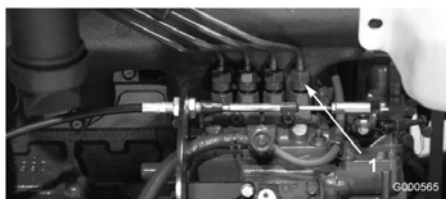

図 40
1. 燃料噴射ポンプの No.1インジェクタ・ノズル（図 40）へのパイプ接続部をゆるめる。